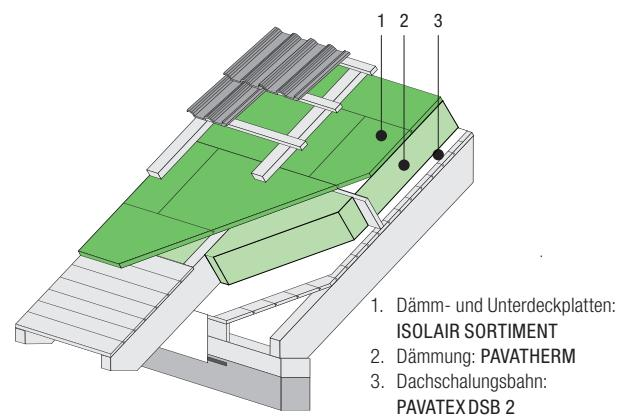

Abb.8 ISOLAIR als Unterdeckung bei einer Aufsparrendämmung
- Dächer mit PAVATEX Aufsparrendämmung (*Abb.8*) Die Befestigung der Unterdeckplatten sowie der übrigen Dämmplatten erfolgt nur über die schub- und sogsichere Befestigung der Konterlatten mit hierfür bauaufsichtlich zugelassenen Schrauben. Weitere Informationen hierzu enthält der Abschnitt „Aufsparrendämmung“. Mit der Verlegung der Unterdeckplatten sollten sukzessive auch die Konterlatten befestigt werden, um die gesamte Aufsparrendämmung gegen Windsog zu sichern.